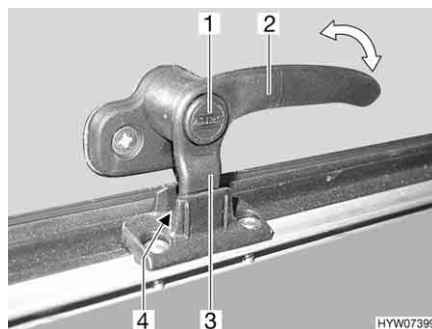
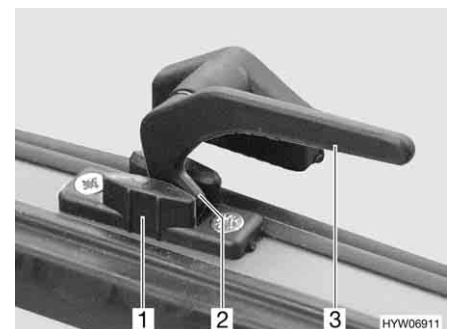

Fig. 100 Leva di serraggio con bottone di sicurezza in posizione "Aerazione continua"
Fig. 101 Leva di serraggio in posizione "Aerazione continua"
- In posizione di "Aerazione continua" (Fig. 100 e Fig. 101)
- Se presente, premere e tenere premuto il bottone di sicurezza (Fig. 100,1).
- Ruotare tutte le leve di serraggio (Fig. 100,2 o Fig. 101,3) di un quarto di giro verso il centro dell'oblò.
- Girare nuovamente all'indietro tutte le leve di serraggio. Contemporaneamente riportare il nasello di chiusura (Fig. 100,3 o Fig. 101,2) nella rientranza del bloccaggio dell'oblò (Fig. 100,4 o Fig. 101,1).